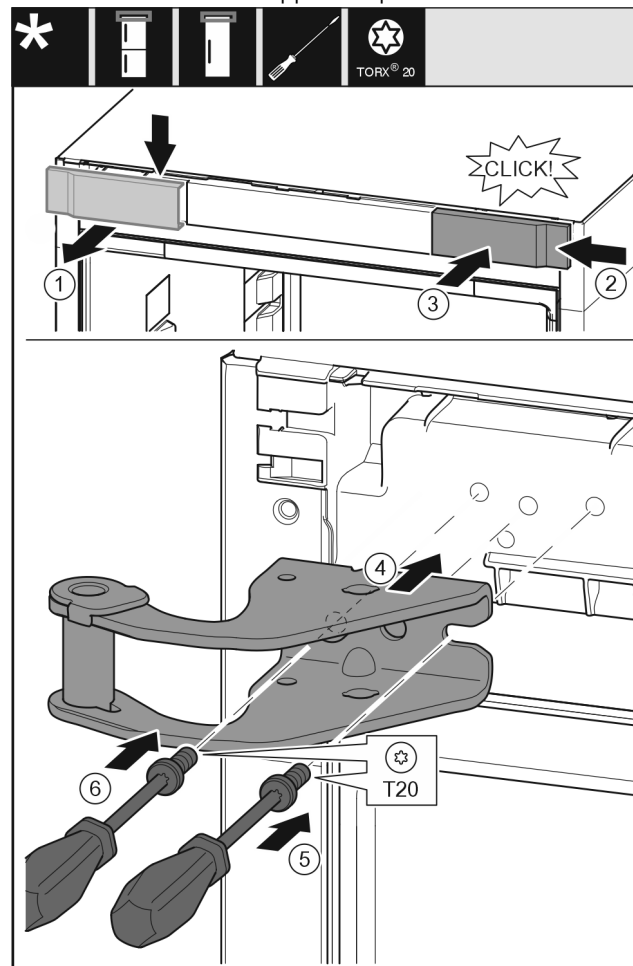

Fig. 9
- ▶ Retirer le cache du haut vers l'avant. Fig. 9 (1)
- ▶ Accrocher le cache tourné de 180° de l'autre côté de droite. Fig. 9 (2)
- ▶ Encliqueter le cache. Fig. 9 (3)
- ▶ Mettre en place le support de palier supérieur. Fig. 9 (4)
- ▶ Mettre en place la vis avec un tournevis T20 et la serrer. Fig. 9 (5)
- Mettre en place la vis avec un tournevis T20 et la serrer. *Fig. 9 (6)*